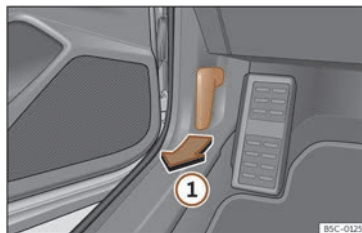

Fig. 183 Levier de déverrouillage sur le plancher, côté conducteur.
- Ouvrez la portière et tirez sur le levier situé sous le tableau de bord >>> **fig. 183** .